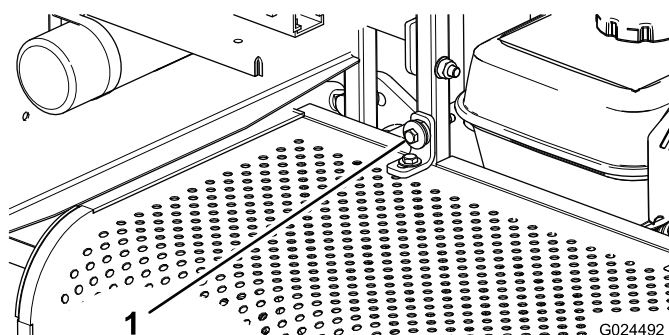

Figura 22
1. Retire o parafuso de montagem e levante a cobertura posterior (Figura 22)